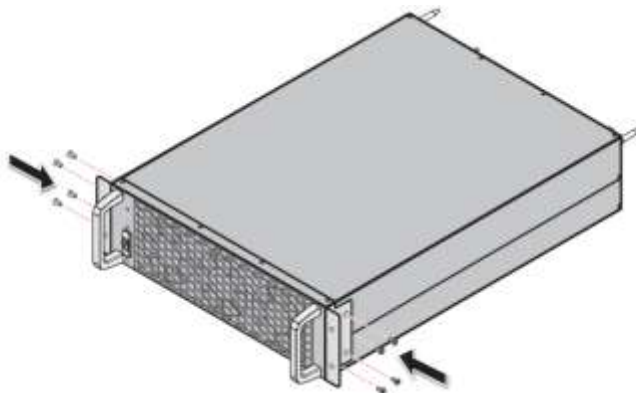

Рисунок 5-45: Установка двух кронштейнов
- 3) Используйте 8 винтов М4 для крепления 2 кронштейнов с обеих сторон силового модуля. См. **Рисунок 5-45**.